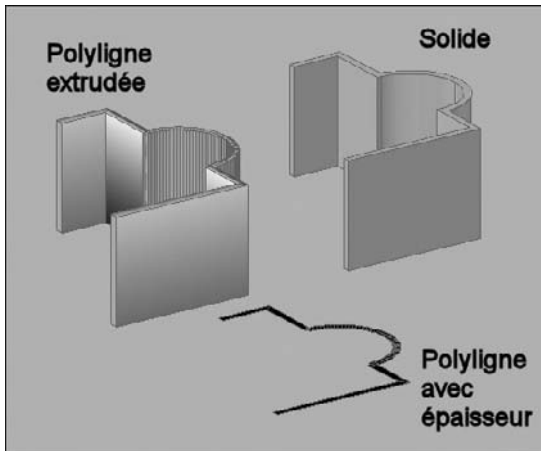

Fig.19.4
- 3 Appuyez sur Entrée (fig.19.4).